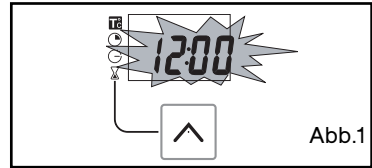

Abb.1
Die Anzeige blinkt auf 12:00 (Abb.1).
*Der Funktionswahlschalter muss sich in Position 0 (Abb. 1) befinden.*